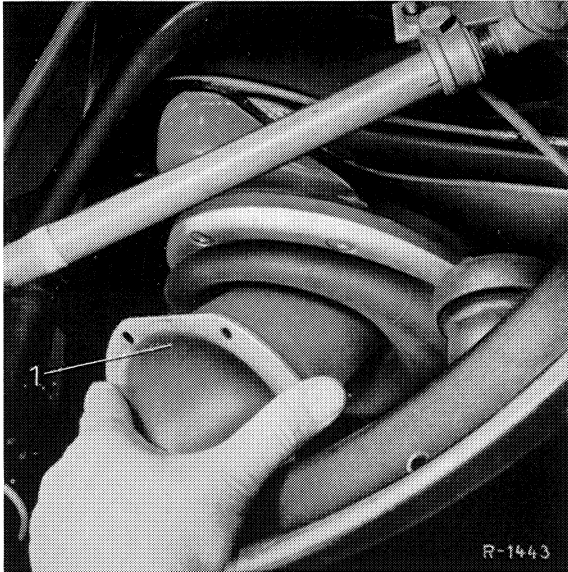

Bild 32-14/4
7. Federkolben vom unteren Querlenker abschrauben und herausnehmen (Bild 32-14/4).